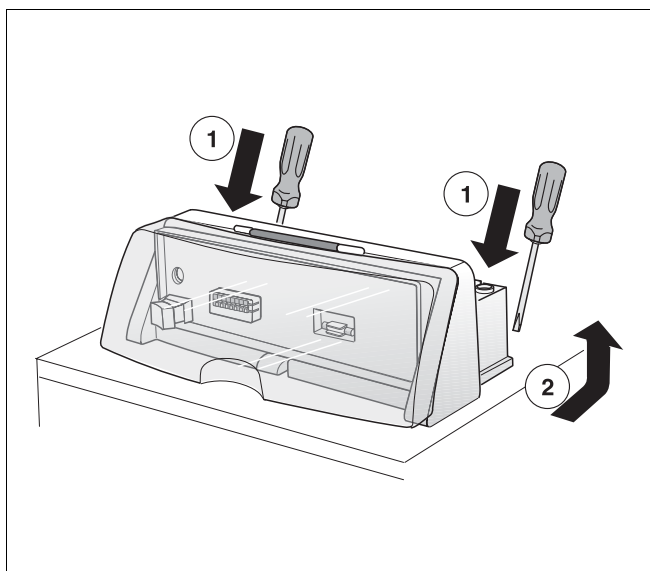

Рис. 5 Снятие системы управления с отопительного котла
- Отверткой отведите стопорные крюки (рис. 5).